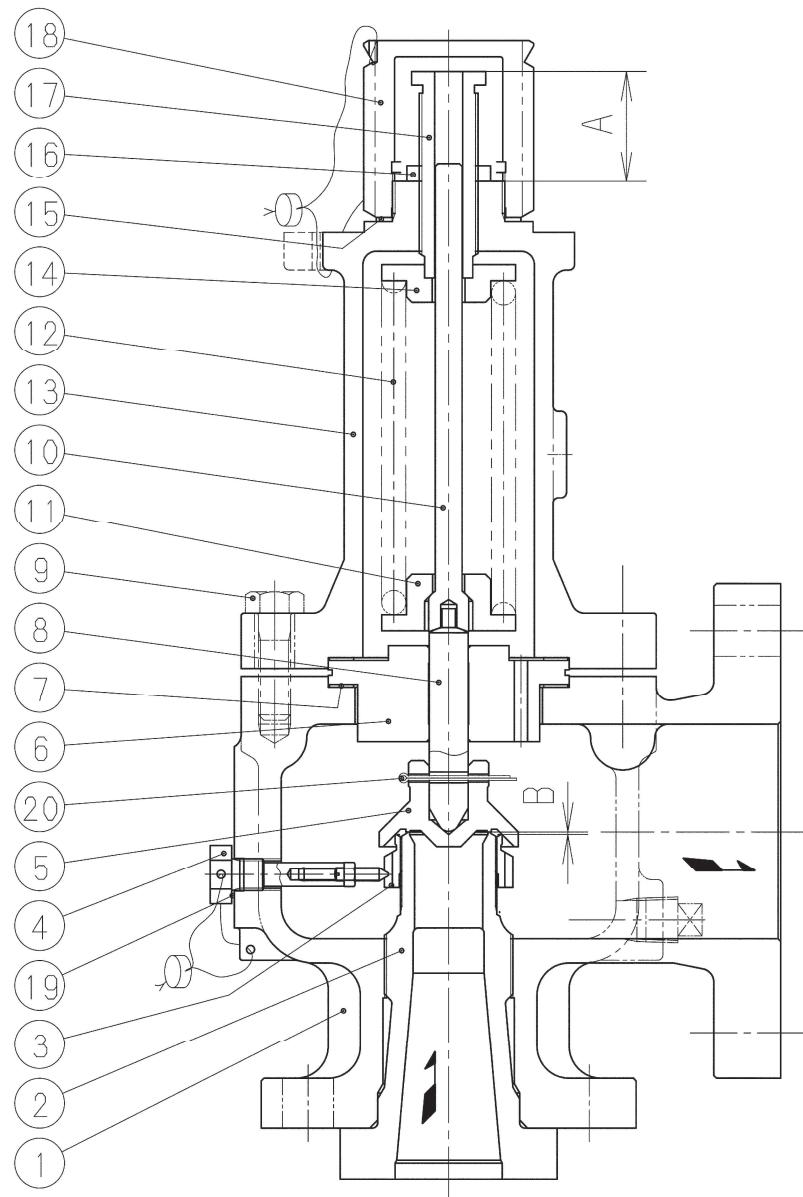

図2 構造図
- 調整後は、いずれの場合も調節ねじ用ナット(16)を忘れずに締め付けてください。(図2参照)
## 3. 分解(図2参照)